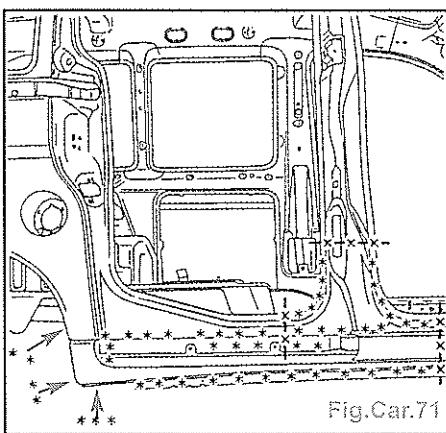

Fig.Car.71
- Tracer puis découper à l'aide d'une scie (Fig.Car.71).
- Souder par cordon MAG (Fig.Car.71).